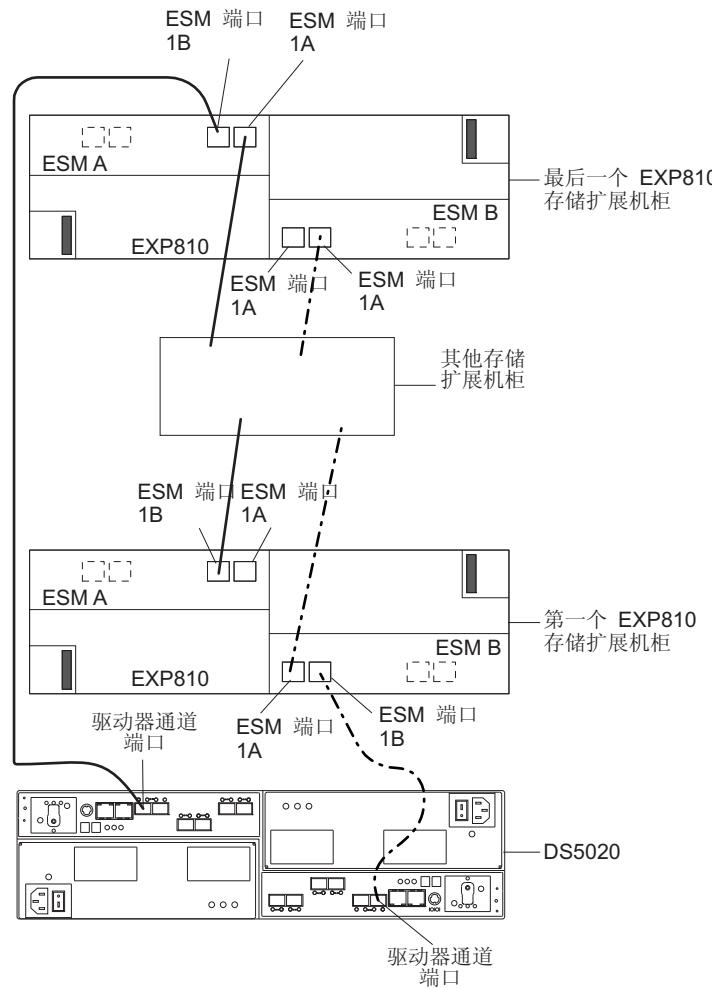

图 45. 与标记为 *IB* 的 EXP810 ESM 端口连接的 DS5020 驱动器端口
10. DS5020 存储子系统控制器的控制器驱动器端口必须总是连接到与 DS5020 存储子系统相连的冗余驱动器通道/环路对内 EXP810 左右 ESM 中标记为 1B 的端口。第 67 页的图 45 显示了端口的位置。